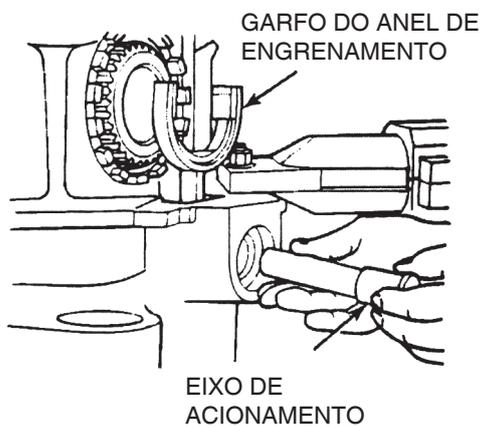

Figura 126
- Instale o eixo de acionamento através do furo na caixa do diferencial, do garfo do anel de travamento e da mola. Figura 126.